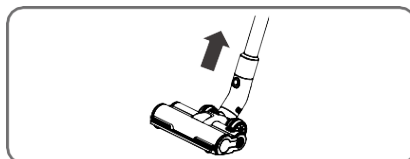

Figure 4
- Pour retirer la brosse, tenez-la d'une main et appuyez sur le bouton de l'autre main en tirant sur la brosse. (Figure 4)